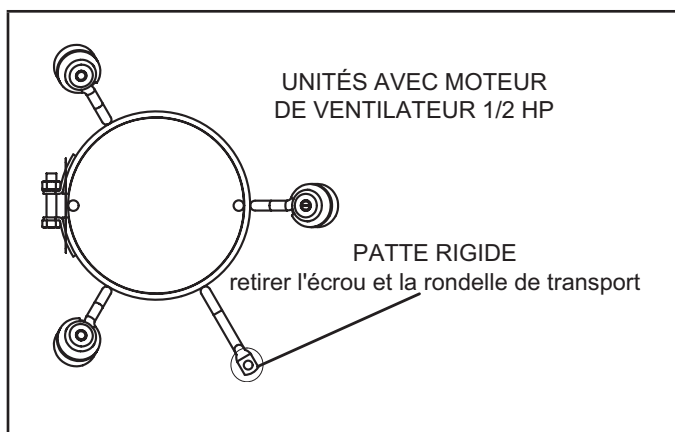

FIGURE 9
**REMARQUE -** Les modèles équipés d'un moteur de 1/2 HP comportent trois pattes de fixation flexibles et une patte rigide. La patte rigide est équipée d'un boulon d'expédition et d'une rondelle en plastique blanc (plutôt que de la bague de montage en caoutchouc utilisée sur les pattes de fixation flexibles). Voir la FIGURE 9. Retirer le boulon et la rondelle avant de faire fonctionner le générateur d'air chaud. Une fois le boulon et la rondelle enlevés, la patte rigide ne touchera plus le corps du ventilateur.